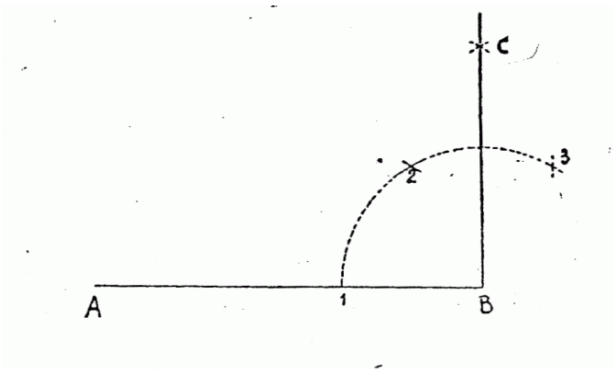

Figura 1
- Esercizio n.1 Disegnare la perpendicolare alle estremità di un segmento (Figura 1)